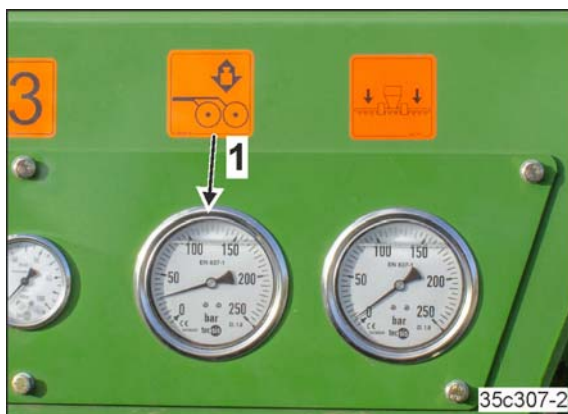

Fig. 184
3. Das Manometer (Fig. 184/1) zeigt an, wenn die Schare mit erhöhtem Druck beaufschlagt werden.